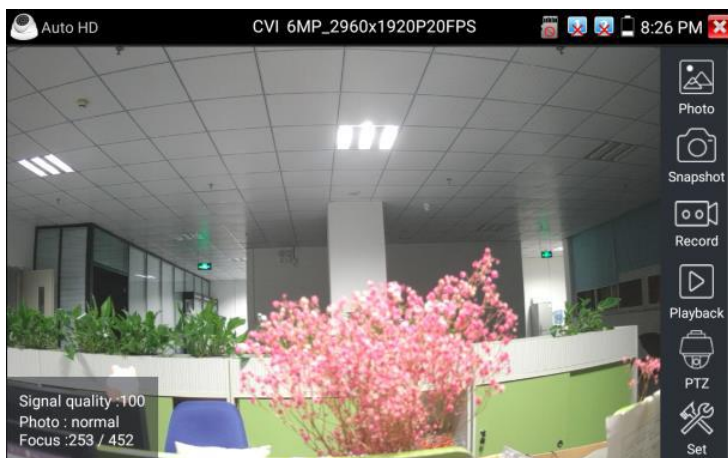

Рис. 5 Месторасположение и пример работы приложения AutoHD с CVI камерой
- 3) Зайдите в раздел CVBS & HD Camera (рис. 5). В разделе CVBS & HD Camera вы сможете выбрать необходимое приложение для просмотра изображения с видеокамеры (CVI, AHD, TVI, HD CVBS) или приложение AutoHD (универсальный мультимедийный вариант приложения)